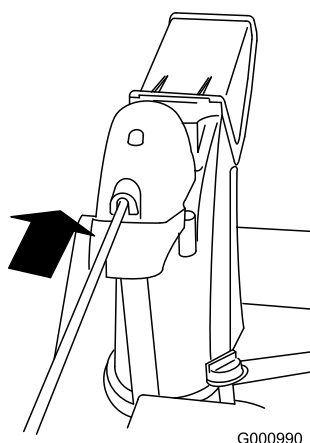

Figura 16
4. Inserite l'estremità anteriore dell'asta nell'apertura sul retro del coperchio ingranaggi del camino di scarico, finché non s'inserisce negli ingranaggi (Figura 16).